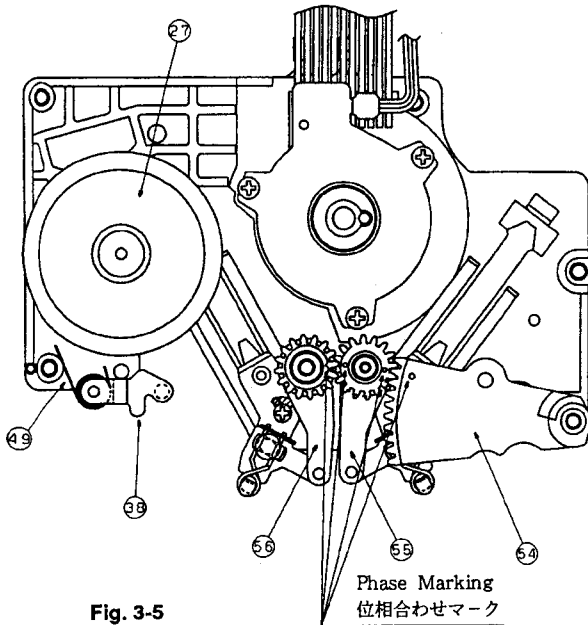

Fig. 3-5
- 1) ③c ワッシャを外し、⑬⑰ Loading Lever Blockを外す。
- See that the phases of the Gear Arm, L1 (IN) Arm, and L1 (OUT) Arm are matched with each other, as shown in Fig. 3-5.
- 1) (7)ネジ 6本を外し、ベース・メカ・ユニットを逆さにして、(27) Rotor Blockを下に押しながら、(30) Cylinder Assyを外す。
- 2) Cylinder Assyから (54) Gear Arm, (55) L1 (IN) Arm, (56) L1 (OUT) Arm, (38) TG-R, (49) TG-R Springの順に外す。
- 4) (8)ネジ 2本を外し (14) Loading Link Block, (24) INC (IN) Base, (15) Loading Link Block, (25) INC Base BlockをCylinder Assyより外す。
- Gear Arm, L1 (IN) Arm, L1 (OUT) Armの位相は Fig. 3-5を参照。